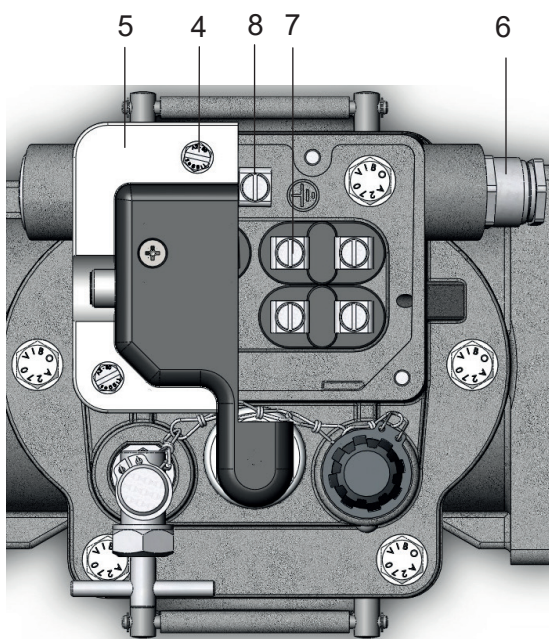

Bild 6 - Elektrischer Anschluss bei max. 8 Durchführungen
- 4 Schrauben M5 (Bild 6 & 7/ Nr. 4) lösen
- Kappe/Verstärkereinheit (Bild 6 & 7/ Nr. 5) abnehmen
- Leitung durch die Kabelverschraubung (Bild 6 & 7/ Nr. 6) einführen
- Leitung an Klemmenbolzen (Bild 6 & 7/ Nr. 7) anschließen:
- Max. Anzugsmoment 3 Nm für Klemmenbolzen bei bis zu 8 Durchführungen (Bild 6)
Schutzleiter (Isolation grün-gelb) an die Erdungsklemme (Bild 6 & 7/ Nr. 8) anschließen (maximales Anzugsmoment 3 Nm).